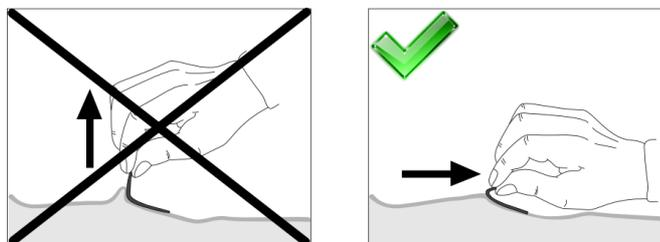

Fig. 4.12 Rimozione degli elettrodi adesivi
- Staccare delicatamente gli elettrodi dalla pelle del paziente (vedere Fig. 4.12 Rimozione degli elettrodi adesivi)